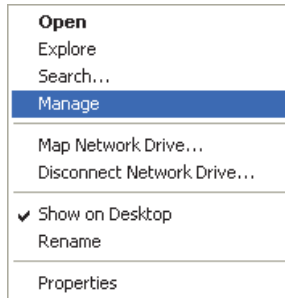

Figura 7-10 Il menu contestuale per l'icona Risorse del Computer
2. Nel menu contestuale, cliccare su **Gestisci** (Manage) [vedere Figura 7-10 a pagina 226).